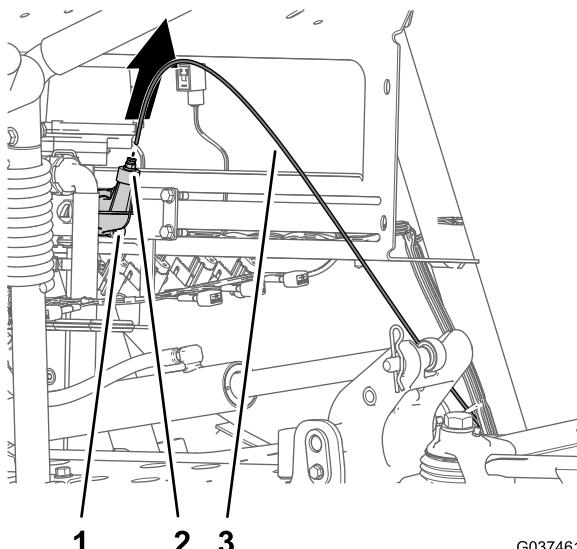

图10
1. 按住右喷洒臂段阀带汽门帽接头中的管道连接器锁环 图10。
2. 从管道连接器中拉出仪表板仪表压力传感管 图10。